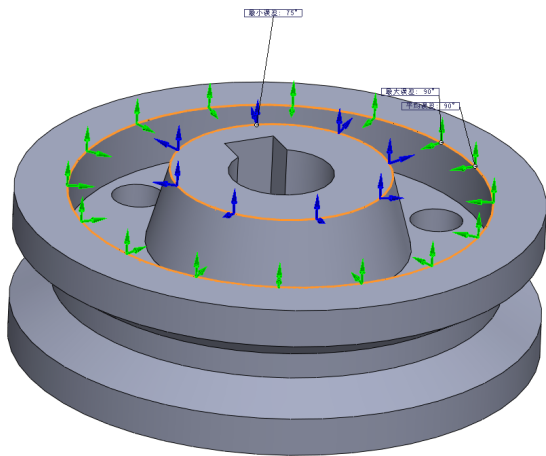

图 8-18 显示分析结果
(4) 单击【计算】按钮，即可误差分析零件，显示分析结果，如图 8-18 所示。